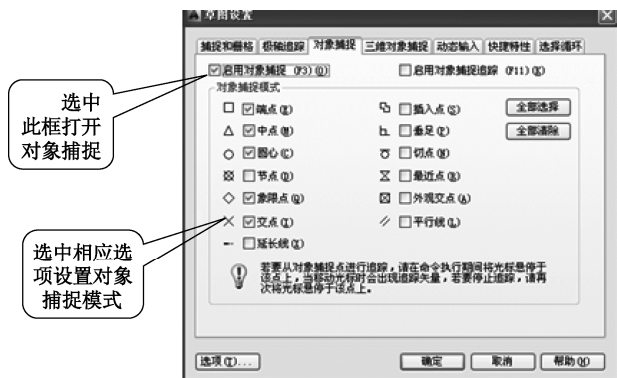

图 2-9 “草图设置”对话框中的“对象捕捉”选项卡
② 菜单栏:选择“工具”→“绘图设置”命令,弹出“草图设置”对话框,选中“启用对象捕捉”复选框。在“对象捕捉”选项卡中的“对象捕捉模式”选项组下选择相应选项,如图2-9所示。
③ 键盘命令：在命令行输入“OSNAP”，按 Enter 键即可打开如图 2-9 所示“草图设置”对话框，在“对象捕捉”选项卡中的“对象捕捉模式”选项组下选择相应选项。
① 状态栏：单击状态栏上的“对象捕捉”按钮.
② 功能键：按 F3 键。
③ 对话框：在如图 2-9 所示的“对象捕捉”选项卡中，选中或取消选中“启用对象捕捉”复选框。